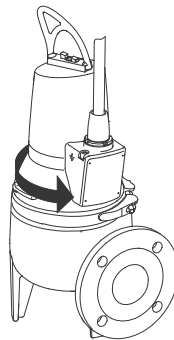

Рис. 11 Направление рывка
3. Если насос подключён правильно, рывок будет в сторону, противоположную направлению вращения. См. рис. 11.